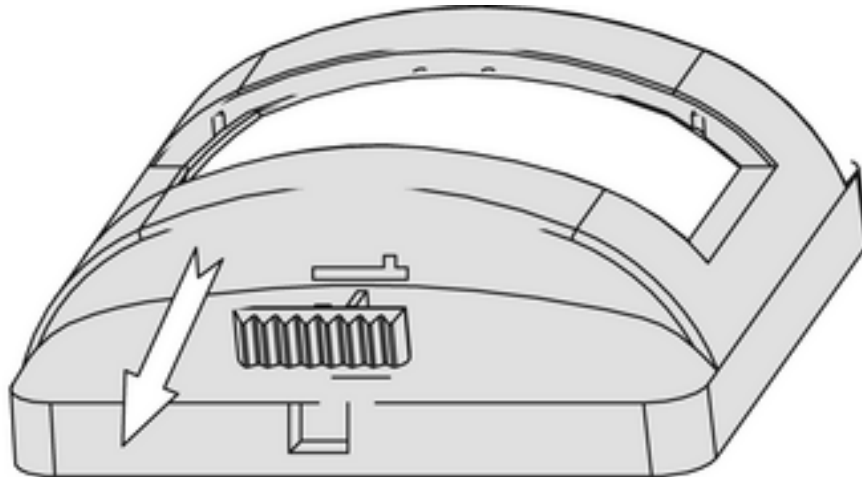

Bild 5: Betriebsartenscharter entfernen
Mit dem Betriebsartenschalter (4) am Bewegungsmelder können drei Betriebsarten eingestellt werden (Bild 5).
- Schalter mit Schraubendreher vorsichtig entfernen (Bild 5).